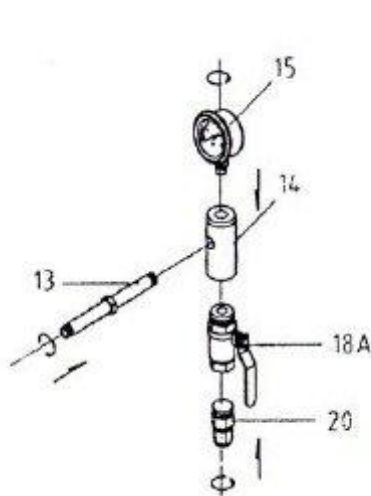

Figura 1
1. Mai întâi, consultați Figura 1. Montarea galeriei de admisie (14). Instalați manometrul (15) pe capătul furtunului de admisie și rotiți-l astfel încât să fie clar vizibil în partea de sus a rezervorului. Apoi instalați supapa de accelerație (18-A) în partea de jos a conductei de admisie. Următorul pas este montarea conectorului (20) la supapa de accelerație. Apoi instalați tubul de conectare (13) pe partea laterală a cablului.